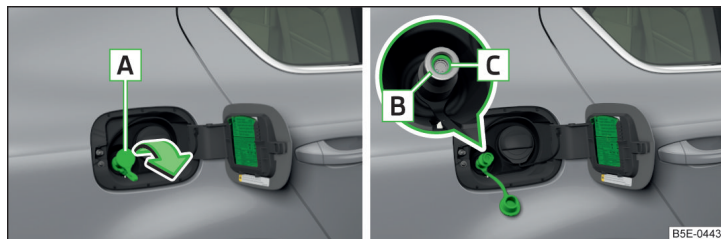

Fig. 313 Tubulure de remplissage pour gaz naturel
- Retirez le cache [A] » fig. 313 dans le sens de la flèche et insérez le tuyau de remplissage du distributeur d'approvisionnement dans la tubulure de remplissage [B].
- Vérifiez que la bague d'étanchéité [C] » fig. 313 est restée dans la tubulure de remplissage [B]. Si celle-ci a glissé sur l'accouplement de remplissage, il faut la remettre en place dans la tubulure de remplissage.